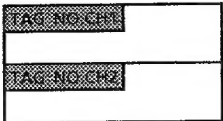

図4.3 タグナンバー
- (3) カード タグナンバーラベル (図4.3参照) 16枚
- (1) リレー入出力カード (図4.3参照) 1枚/カード